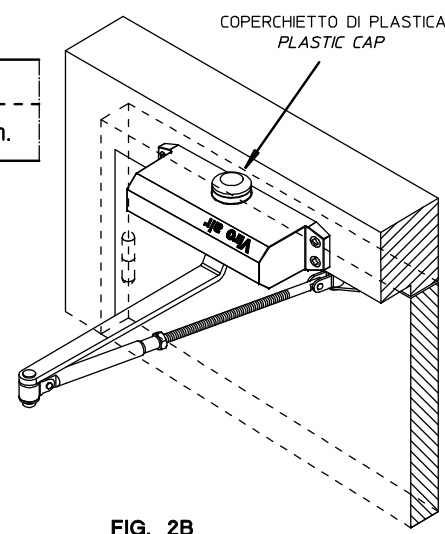

FIG. 2B
7. INSTALL THE PLASTIC CAP WITH PRESSURE OVER THE SPINDLE ON THE BOTTOM SIDE OF THE DOORCLOSER (SEE FIG.2B).